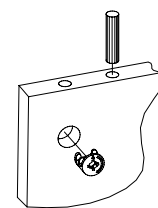

Рис.2
2. Вставьте головки минификс и шканты в детали 1, 2, 4 (Рис. 2).